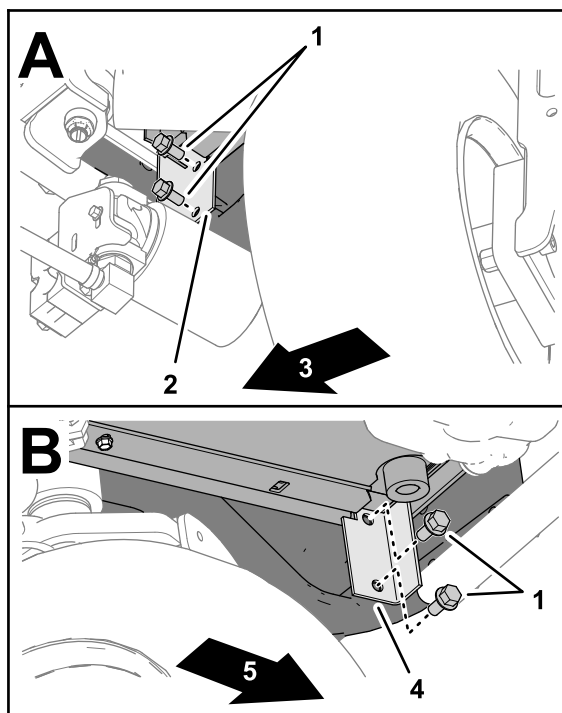

Рисунок 28
1. В переднем нижнем углу радиатора присоедините, не затягивая, кронштейн радиатора к задней литой части машины (Рисунок 28) с помощью двух колпачковых винтов с фланцем (3/8 x 3/4 дюйма), снятых при выполнении действий, описанных в разделе Снятие радиатора с машины \(страница 10\).